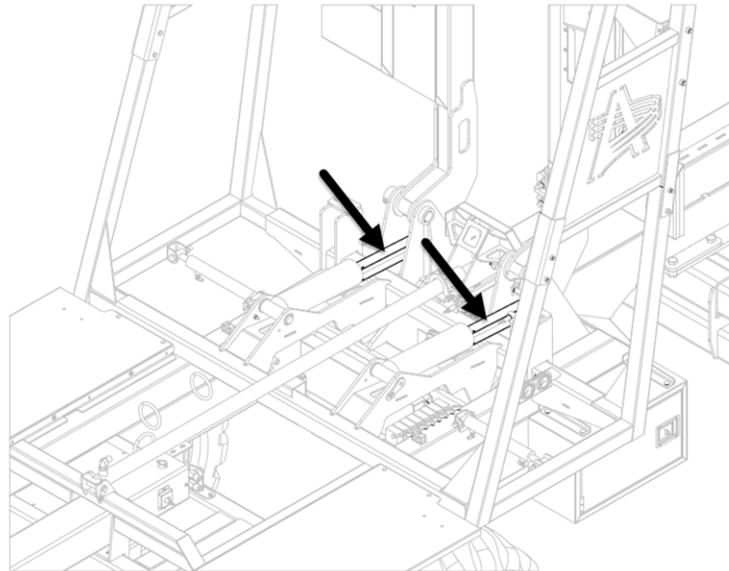

рисунок 39 — Страховочные стойки подъемной платформы
2. Установите стойки на штоки цилиндров (см. рисунок 39).